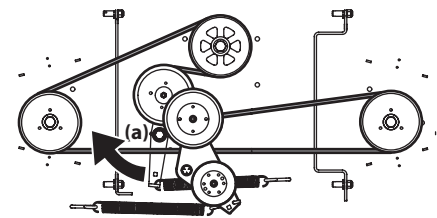

Figure 4-20
5. Insérez l'extrémité d'un bras de force avec une prise de $\frac{1}{2}$ po dans l'ouverture carrée de $\frac{1}{2}$ po sur l'ensemble de la poulie de tension (a), puis faites pivoter l'ensemble de la poulie de tension (a) vers la droite. Voir Figure 4-20. Tout en tenant l'ensemble de la poulie de tension (a), desserrez la courroie du plateau de coupe et faites glisser la courroie hors de la poulie.
6. Installez la courroie neuve comme indiqué à la Figure 4-20. Installez ensuite le plateau de coupe et la courroie de la prise de force selon les instructions de la page 24.